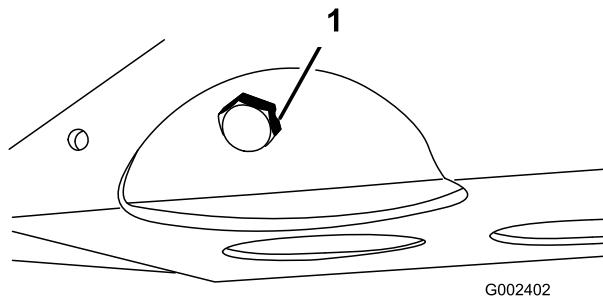

Figura 47
2. Togliete il tappo di spurgo e lasciate defluire l'olio in una bacinella (Figura 47). Quando l'olio cessa di defluire, rimontate il tappo.